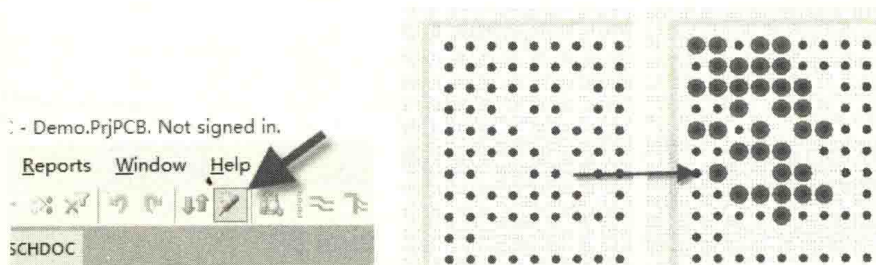

图 11-2 Bank 的标记
(1) 为了方便识别哪些 Bank 之间可以互调，必须先对 FPGA 各个 Bank 进行区分。在原理图编辑界面中，执行图标命令“Cross Probe”，单击某个 FPGA 的某个 Bank，直接跳转到 PCB 中相对应的 Bank 管脚高亮，这时可以在某一机械层添加标注，进行标记，如图 11-2 所示。